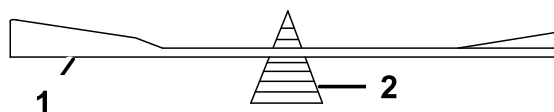

**Figure 58**
1. Au moyen d'une lime, affûtez les tranchants aux deux extrémités de la lame (Figure 58).
**Remarque:** Si la lame est déséquilibrée, limez un peu l'extrémité de la partie relevée seulement (Figure 58).